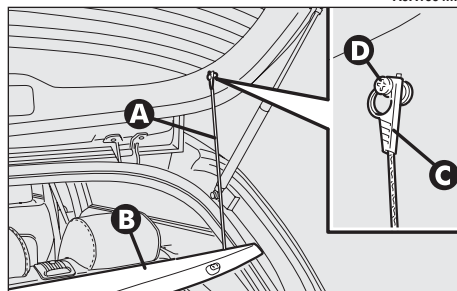

fig. 20
- liberare le estremità dei due tiranti (**A**-fig. 20) di sostegno ripiano sottolunotto (**B**) sfilando gli occhielli (**C**) dai perni (**D**);